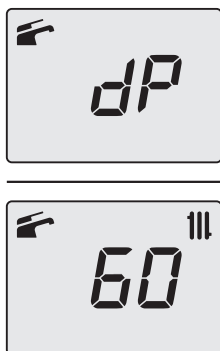

Figura 9.26
- Premendo ulteriormente il tasto 14 (Figura 9.20) è possibile variare nuovamente la potenza in modalità spazzacamino: con visualizzazione sul display LCD delle lettere **dP** che si alternano con il valore di temperatura dell'acqua di riscaldamento (es. **60**), siamo "funzione spazzacamino" alla potenza massima in sanitario" (Figura 9.26);